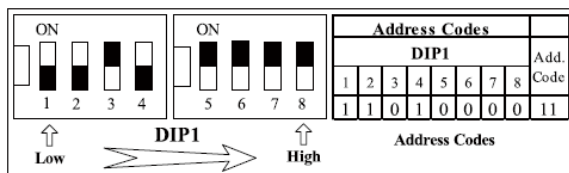

Fig. 5 Cómo configurar la dirección 11
1. Consulte la Fig. 5 para saber cómo configurar la dirección 11